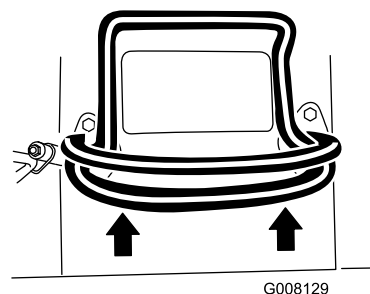

Bild 9
- Bewegen Sie den Fahrtriebshebel nach vorne, um vorwärts zu fahren (Bild 9).